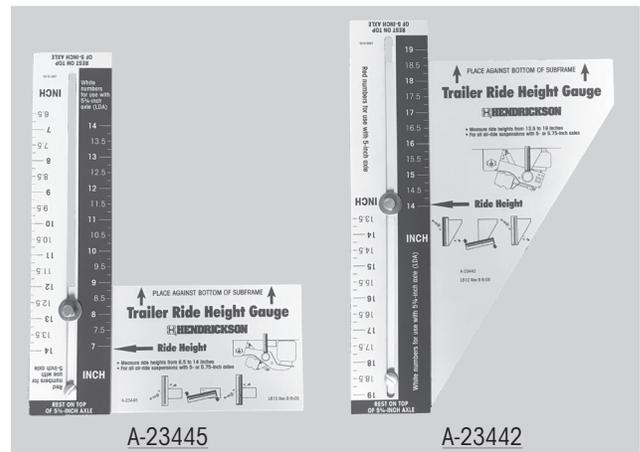

Figura 2: Escantillones de Altura de Manejo Hendrickson
**Siga** las instrucciones en el escantillón (Figura 2) para medir la distancia entre el eje y la superficie de montaje de la suspensión. El escantillón de altura de manejo funciona con ejes de 5 pulg. y de diámetro mayor (LDA™). Sólo asegúrese de que está usando la escala apropiada en el escantillón. La herramienta también se puede utilizar como un escantillón GO/NO-GO.
**NOTA:** Para ordenar un escantillón, contacte al departamento de Servicio a Clientes al (442) 296-3600 y especifique: